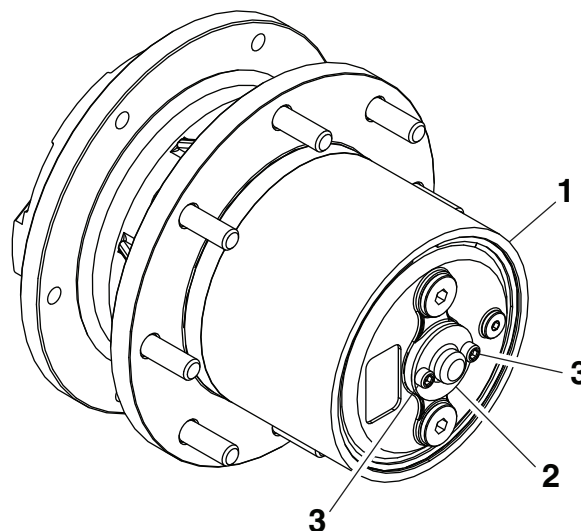

Figure 33
3. Retirez et conservez les boulons du boîtier d'engrenages (Figure 33).